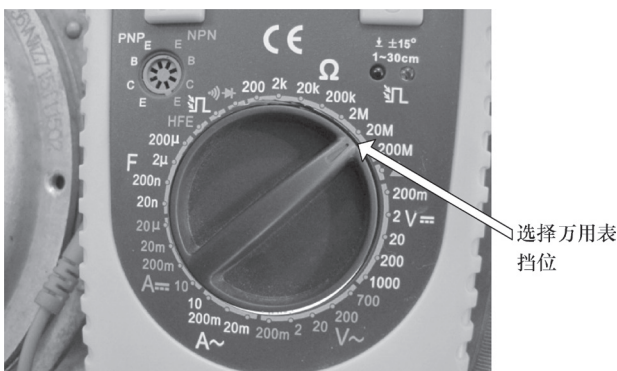

图 8-17 选择万用表挡位
4) 于是用数字万用表20M挡（如图8-17所示）测得换向片与转子铁心之间的电阻为4.1MΩ，表明电动机绕组绝缘电阻正常。